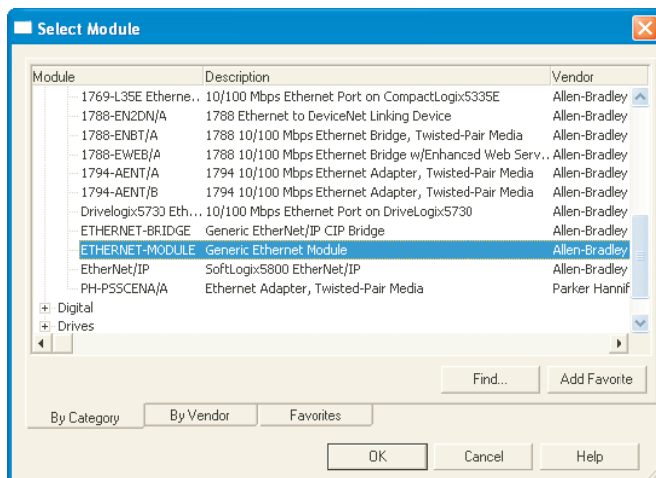

Abbildung 4.3.21n 'Select Generic EtherNet Module'
3. Wenn nötig, verwenden Sie die Bildlaufleiste und klicken Sie auf 'Generic Ethernet Module' (Abbildung 4.3.21n). Bestätigen Sie dann mit 'OK' (oder Doppelklick auf das gewählte Objekt).